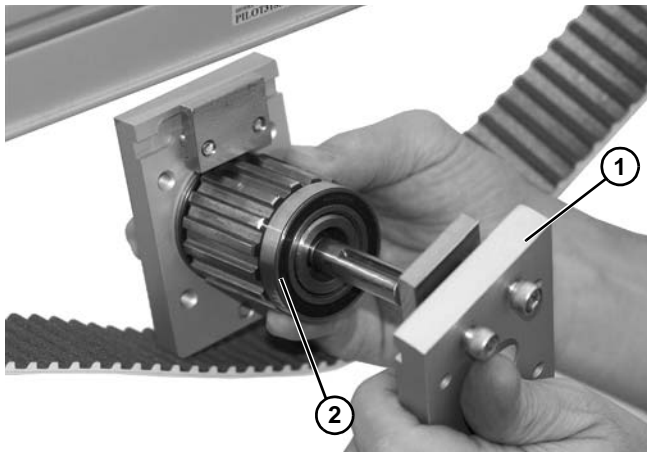

Figura 87
6. Instale el bloque de montaje (Figura 87, artículo 1) en el husillo (Figura 87, artículo 2).